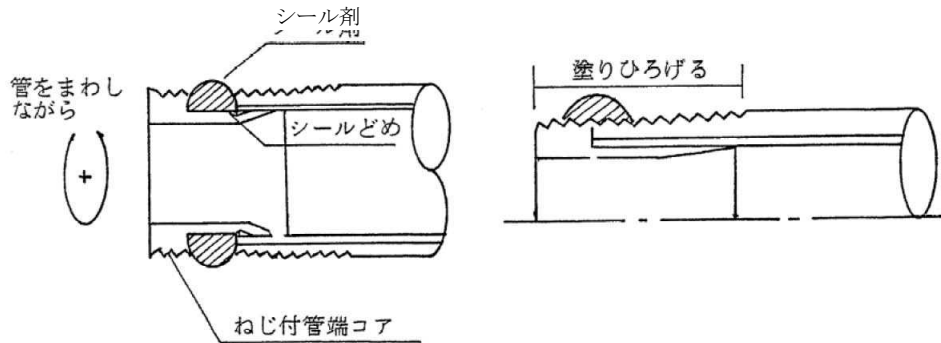

図 3.8.8 防食コアの施工 (ポリエチレン粉体ライニング鋼管)
③ ポリエチレン粉体ライニング鋼管
1) 施工の標準は、図 3.8.8のとおりとする。